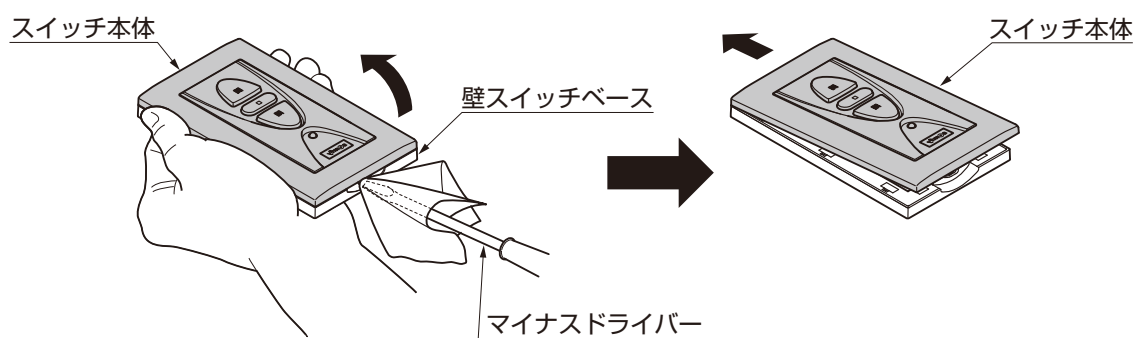

図10-1 スwitch本体の取外し
①ワイヤレス壁スイッチの下部の溝に、布をかぶせたマイナスドライバー等を差込み、スイッチ本体を押し上げて、壁スイッチベースから外してください。(図10-1参照)